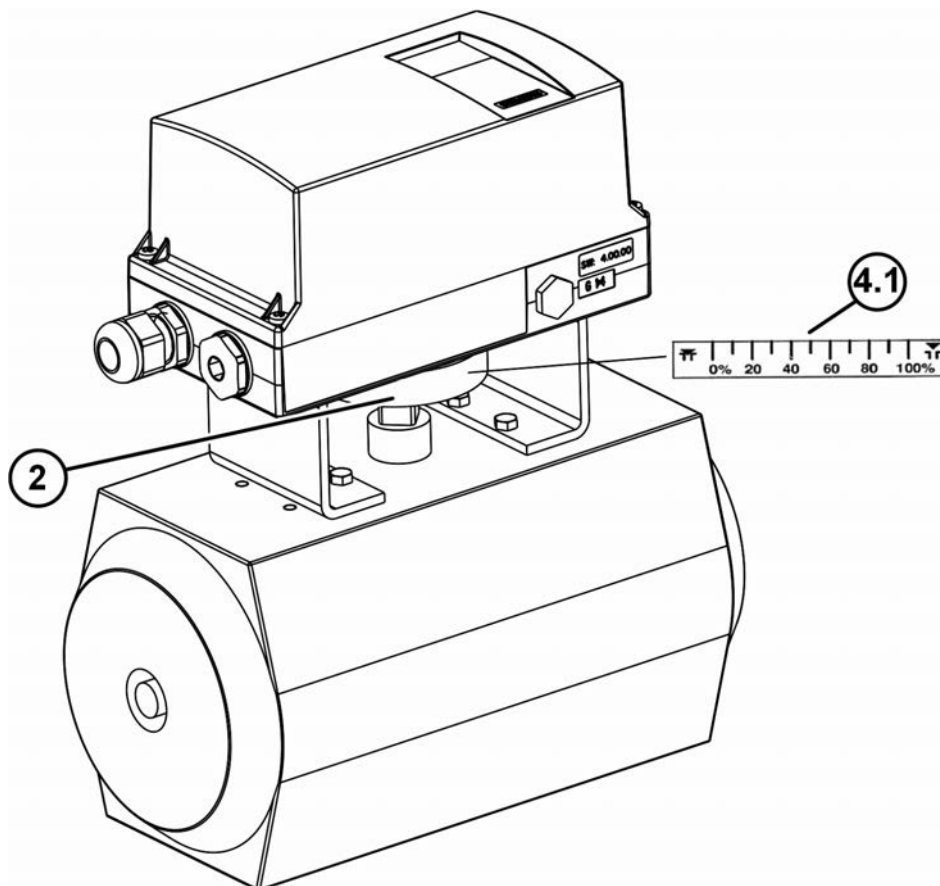

Рис. 23: Монтаж шкалы
7. Рис. 23: По завершении ввода в эксплуатацию переместить привод в конечное положение и приклеить шкалу (4.1) в соответствии с направлением вращения / зоной поворота на колесико муфты (2). Шкала является самоклеящейся.